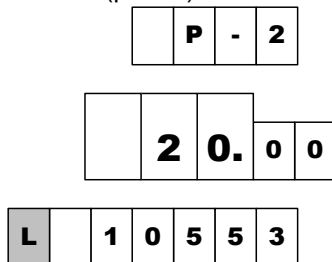

Рисунок 2
9.7 Предусмотрен режим работы, когда на табло вместо суммы к оплате отображается значение суммарного счетчика рукава с мигающим символом "L" в старшем разряде, а вместо цены за литр – номера рукава с символами "P-" (рис. 2).